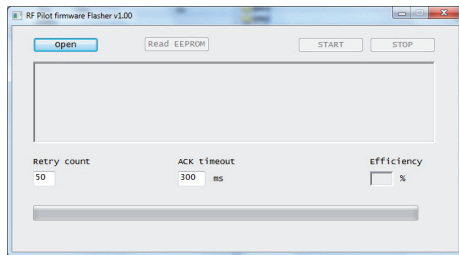

fig. 1a
- Folositi butonul „Open” = deschide (fig. 1a) pentru a selecta fisierul de?.... Fișierele codate sunt salvate în format .BIN. Fișierul ce conține setările utilizatorului începe cu șirul text: „pilot_eep” (fig. B). Mai departe simbolurile din numele fișierului pot conține descrierea versiunii și alte note.